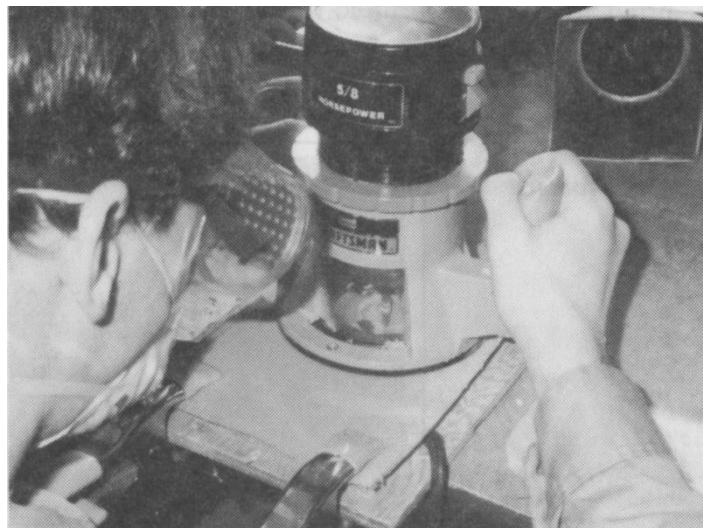

Figura 2.16. Remoción del panel de abeja utilizando el router.
c) **Remoción del núcleo dañado.** Delinear el área donde el núcleo debe ser removido utilizando un lápiz dermatográfico. Cortar la piel dañada con una cuchilla filosa. Entonces remover el núcleo utilizando un *router*¹⁵, tal como muestra la Figura 2.16.